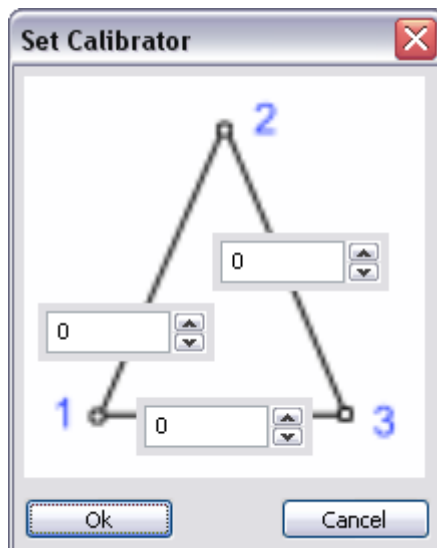

Рис. 14 Вид экрана задания параметров калибратора
2. Запустите программу калибровки. Появится экран задания параметров калибратора (Рис. 14):